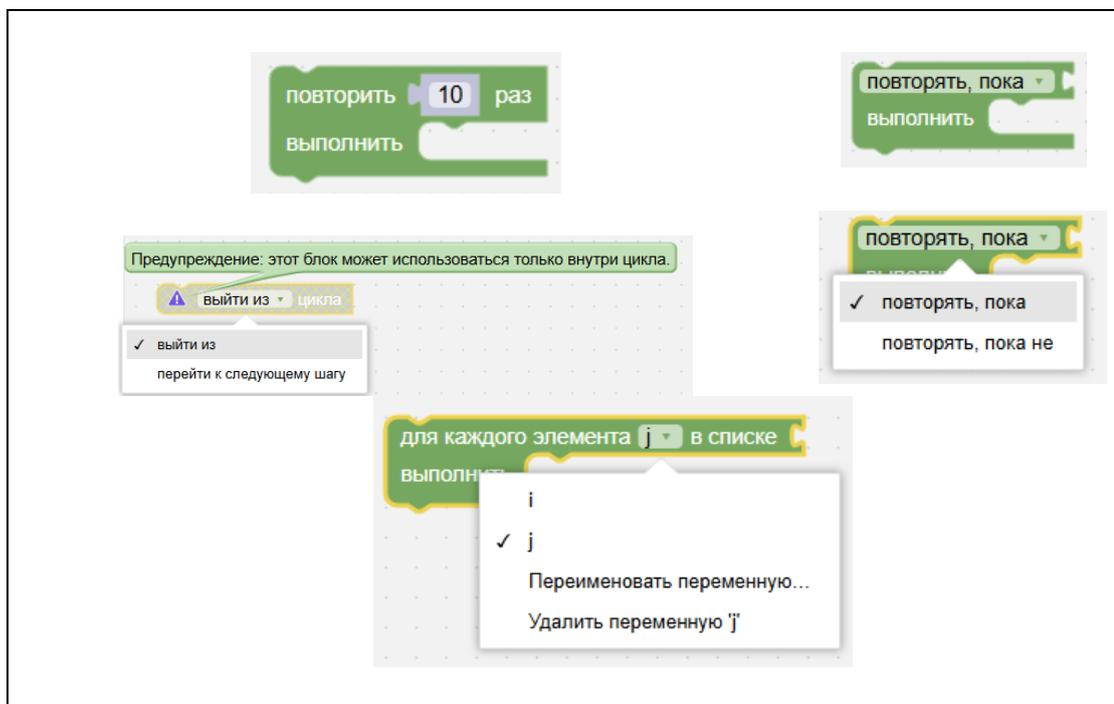

Рисунок II-19 – Блоки «Циклы»
5. «Циклы» – многократное повторение определенных действий (команд) (см. Рисунок II-19).